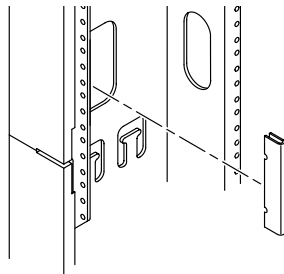

FIGURE 2-7 Installation des plaquettes de protection
2. Alignez l'encoche supérieure en forme de v de la plaquette de protection sur le numéro de perforation indiqué, puis appuyez fermement au centre de la plaquette jusqu'à ce qu'elle soit calée sur le bord de l'armoire (FIGURE 2-7).